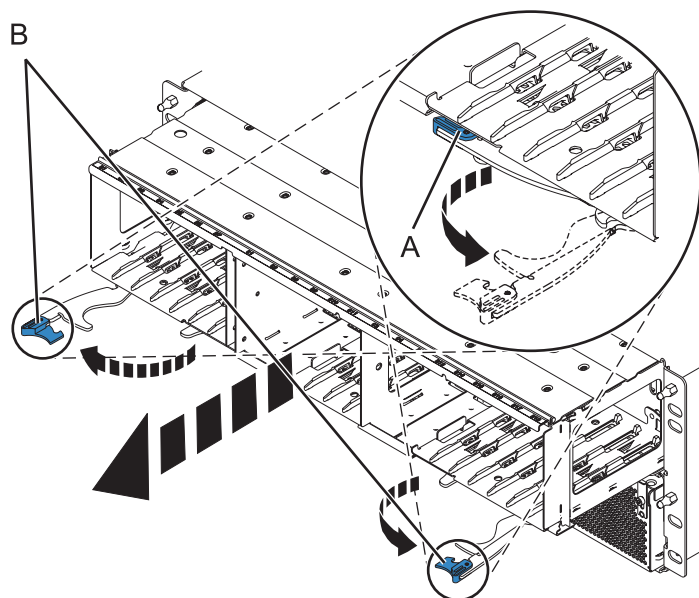

Figure 66. Retrait du fond de panier du boîtier
6. Retirez le fond de panier, comme illustré dans la figure 66, à la page 86.